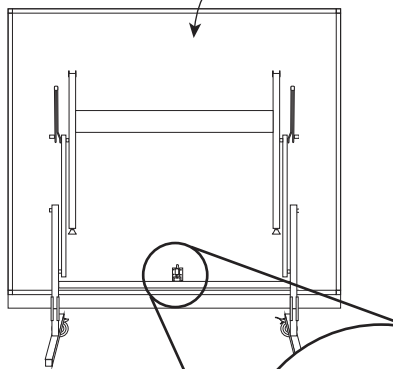

FIGURA 4
1. Oprima la pestaña del pasador para desenganchar la mesa, vea la FIGURA 4.